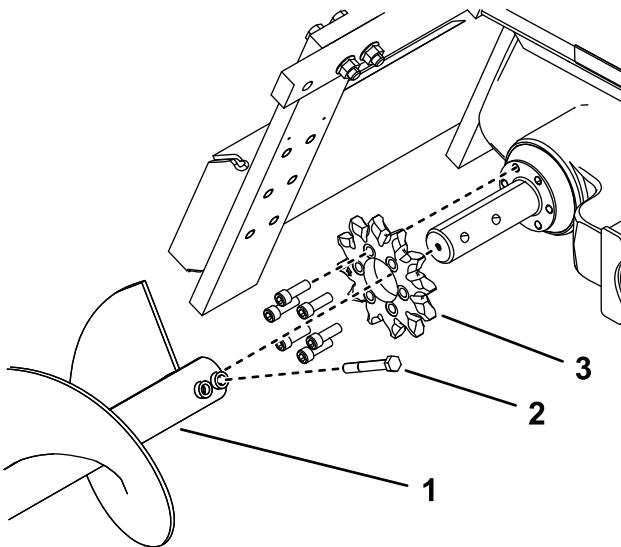

Bild 15
4. Entfernen Sie die Schuttschnecke (Bild 15).
9. Entfernen Sie die 6 Schrauben, mit denen das Antriebskettenrad befestigt ist (Bild 15)
10. Entfernen und entsorgen Sie das Antriebsrad (Bild 15).
12. Schieben Sie das neue Zahnrad auf die Welle, siehe Bild (Bild 15).
13. Drehen Sie die sechs Schrauben handfest in das Antriebsrad (Bild 15).